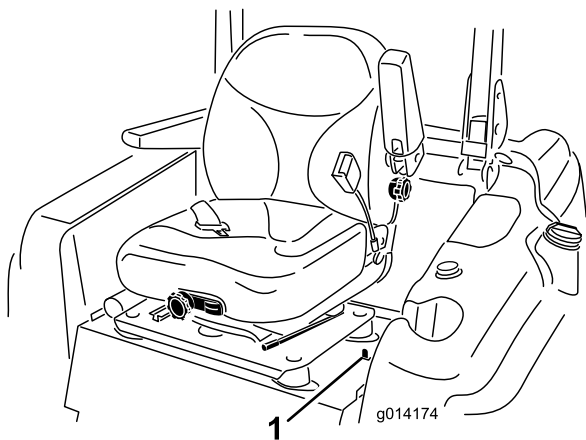

Figura 25
1. Mueva el enganche del asiento, situado en el lado izquierdo del asiento, hacia atrás para desenganchar el asiento, y tire hacia adelante la parte superior del asiento (Figura 25).